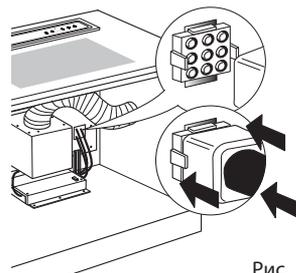

Рис. 1
- 9-контактный разъем правильно установлен (рис. 1)